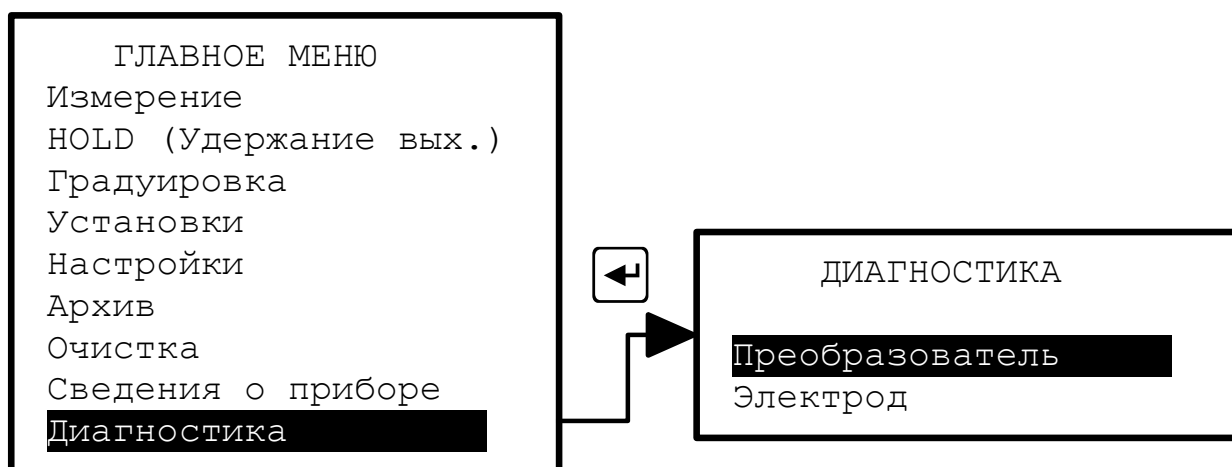

Рисунок 24 - Выбор режима «Диагностика»
3.3.9.1 В этом режиме можно продиагностировать состояние первичного преобразователя и неисправности рН-метра в целом (смотри Рисунок 24).